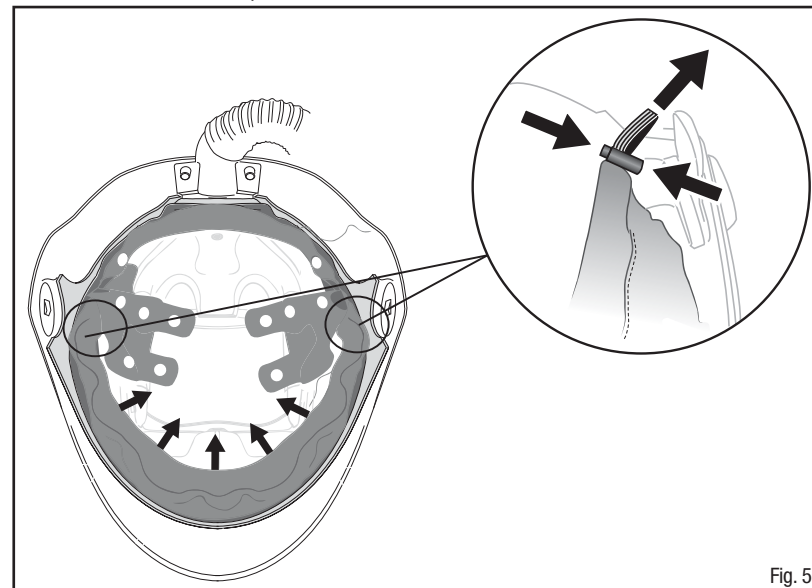

Fig. 5
5. Avec le masque pour soudeurs sur la tête, saisir la membrane d'étanchéité faciale et la tirer de manière qu'elle recouvre le menton et le tour du visage. Appuyer sur la pince du barillet et tirer doucement sur le cordon de serrage pour obtenir un ajustement confortable de la membrane d'étanchéité faciale (Fig. 5). Il doit y avoir un jeu minimal entre le visage et la membrane lorsque cette dernière est bien ajustée.